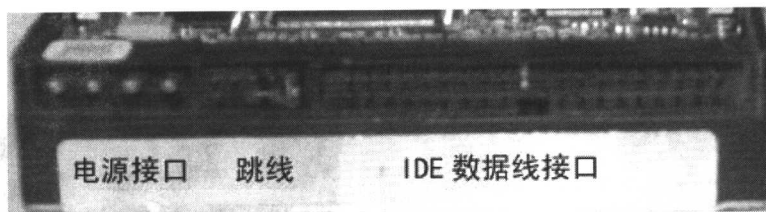

图 1.18 硬盘后部的接口
4) 将 ATX 电源上的扁平电源线接头在硬盘的电源插头上插好。硬盘后部的 IDE 数据线接口、电源插头如图 1.18 所示。